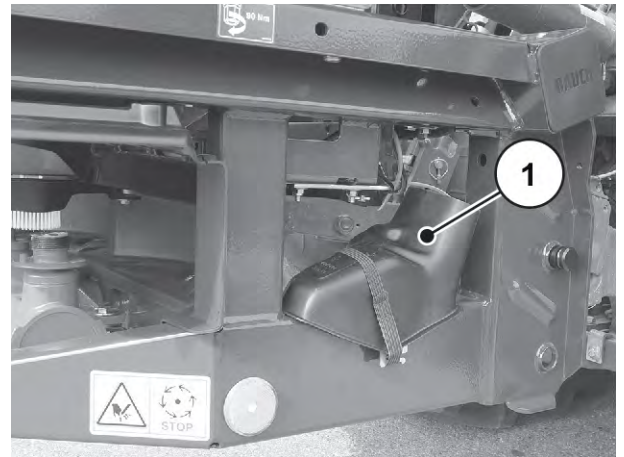

Abb. 35: Lage der Abdrehprobenrutsche
- Abdrehprobenrutsche bereitstellen. Siehe *Abb. 35 Lage der Abdrehprobenrutsche*